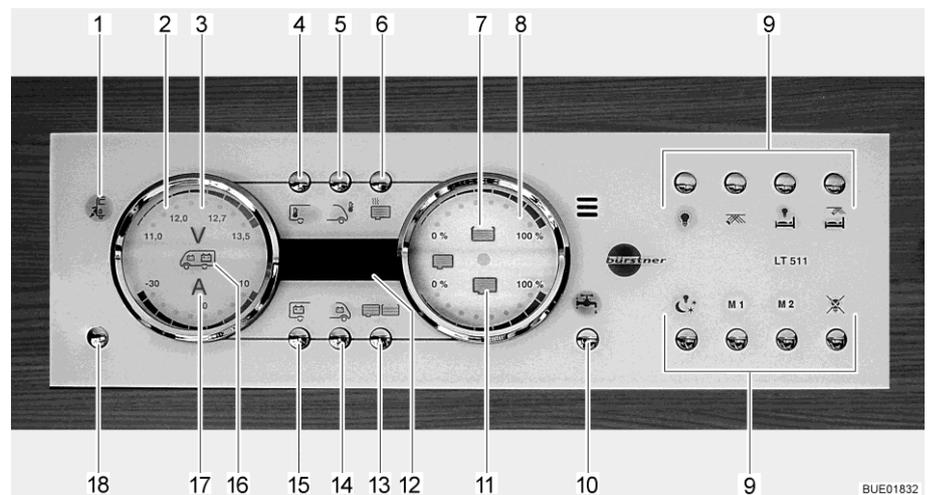

Fig. 120 Pannello di controllo LT 511
La spia di controllo a 230 V (Fig. 120,1) si accende quando all'ingresso della centralina elettrica è presente una tensione di rete.
L'interruttore principale a 12 V (Fig. 120,18) inserisce o disinserisce il pannello di controllo e l'alimentazione a 12 V dell'abitacolo.
Accensione: Premere brevemente il tasto dell'alimentazione a 12 V (Fig. 120,18). L'alimentazione a 12 V dell'abitacolo è inserita. L'indicatore di controllo "12 V" si accende.
- ▷ Se dopo l'accensione il LED "11,0" dell'indicazione dei Volt nonché il simbolo dei Volt "V" (Fig. 120,3) nell'indicatore delle batterie (Fig. 120,2) lampeggiano, significa che la tensione della batteria dell'abitacolo è insufficiente. Caricare la batteria.
- ▷ Se dopo l'accensione l'indicatore di controllo "12 V" e il simbolo dei Volt "V" (Fig. 120,3) lampeggiano tre volte, significa che la separazione della batteria è attivata. Disattivare la separazione della batteria.
Spegnimento: ■ Premere brevemente il tasto dell'alimentazione a 12 V (Fig. 120,18). L'alimentazione a 12 V dell'abitacolo è disinserita. L'indicatore di controllo "Alimentazione a 12 V" si spegne.
- Premere il tasto della batteria dell'abitacolo (Fig. 120,15) e tenerlo premuto per ca. 10 secondi. Il simbolo dei Volt "V" (Fig. 120,3) e l'indicatore di controllo "12 V" lampeggiano tre volte. La batteria dell'abitacolo è separata dalla rete di bordo da 12 V.
- Premere il tasto "Alimentazione a 12 V" (Fig. 120,18) e tenerlo premuto per ca. 5 secondi. Il simbolo dei Volt "V" (Fig. 120,3) e l'indicatore di controllo "12 V" lampeggiano tre volte. La batteria dell'abitacolo è collegata alla rete di bordo a 12 V. L'indicatore di controllo si accende dopo ca. 5 secondi.
- Premere il tasto della batteria dell'abitacolo (Fig. 120,15). Il simbolo dei Volt "V" (Fig. 120,3) si accende. Il simbolo degli Ampere "A" (Fig. 120,17) diventa bianco o rosso a seconda del caricamento o dello scaricamento. La tensione della batteria e la corrente della batteria dell'abitacolo vengono indicate attraverso i LED nell'indicatore.
- Premere il tasto della batteria di avviamento (Fig. 120,14). Il simbolo dei Volt "V" (Fig. 120,3) si accende. La tensione della batteria della batteria di avviamento viene indicata attraverso i LED nell'indicatore.
- Indicazione: ■ Premere il tasto dei serbatoi (Fig. 120,13). I simboli del serbatoio dell'acqua (Fig. 120,7) e del serbatoio delle acque grigie (Fig. 120,11) si accendono. I livelli di riempimento del serbatoio dell'acqua (scala superiore) e del serbatoio delle acque grigie (scala inferiore) sono indicati dai LED nell'indicatore.
Allarme serbatoio Il simbolo del serbatoio dell'acqua (Fig. 120,7) o il simbolo del serbatoio delle acque grigie (Fig. 120,11) lampeggia se il serbatoio dell'acqua è vuoto o il serbatoio delle acque grigie è pieno.
Attraverso l'indicatore digitale (Fig. 120,12) è possibile visualizzare la temperatura interna e la temperatura esterna.
- Premere il tasto della temperatura interna (Fig. 120,4). Viene indicata la temperatura interna.
- Premere il tasto della temperatura esterna (Fig. 120,5). Viene indicata la temperatura esterna.
Con il tasto della pompa dell'acqua (Fig. 120,10) è possibile accendere e spegnere la pompa dell'acqua.
- Accensione:** ■ Premere il tasto della pompa dell'acqua (Fig. 120,10). Il simbolo si accende.
- Spegnimento:** ■ Premere il tasto della pompa dell'acqua (Fig. 120,10). Il simbolo si spegne.